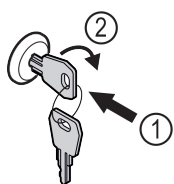

Fig. 173 Immagine a titolo di esempio
- Inserire la chiave Fig. 173 (1).
- Ruotare la chiave di 90° in senso orario Fig. 173 (2).